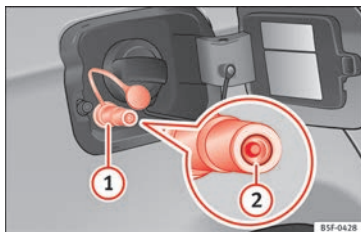

Fig. 239 Tapa del depósito abierta: boca de carga de gas ①, retén de la boca de carga ②.
- Destape la boca de carga de gas » » » fig. 239 ①.